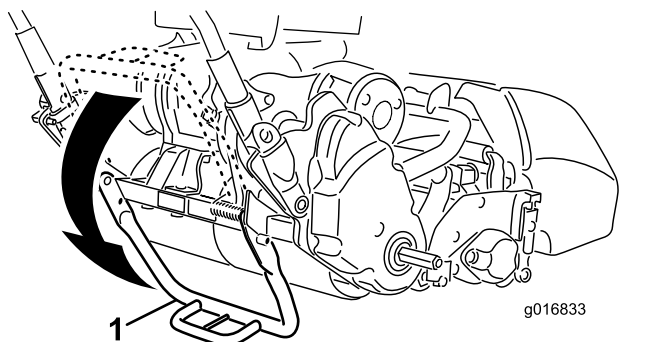

Рисунок 9
1. Нажмите вниз ногой **на середину откидной опоры** и потяните вверх за нижнюю среднюю рукоятку машины, чтобы откидная опора повернулась вперед вокруг средней части (Рисунок 9).